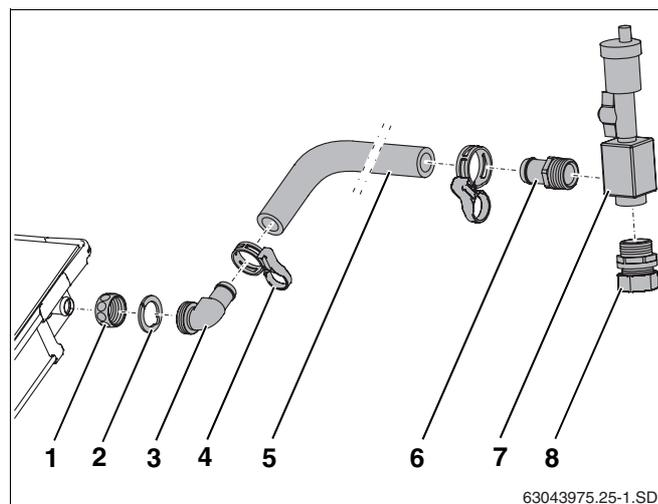

Fig. 38 Montage du tube solaire au raccordement de départ
- Glissez l'écrou-raccord (fig. 38, **pos. 1**) sur les raccords des capteurs.
- Posez la rondelle de serrage (fig. 38, **pos. 2**) derrière le renflement du raccordement de capteur et pressez l'un contre l'autre.
- Positionnez l'embout coudé avec joint torique (fig. 38, **pos. 3**) et vissez avec l'écrou-raccord.
- Glissez le tube solaire long (1000 mm, fig. 38, **pos. 5**) sur l'embout coudé et fixer à l'aide de la bride du compensateur (fig. 38, **pos. 4**).
- Vissez l'embout de tuyauterie R $\frac{3}{4}$ avec joint torique (fig. 38, **pos. 6**) et l'embout double avec joint torique (fig. 38, **pos. 8**) sur le dégazeur (air-stop) (fig. 38, **pos. 7**).
- Insérer l'embout de tuyauterie (fig. 38, **pos. 6**) jusqu'à la butée sur le tube solaire et fixer à l'aide de la bride du compensateur.
- Raccorder le tube collecteur au raccord-union par anneau de serrage (fig. 38, **pos. 8**).